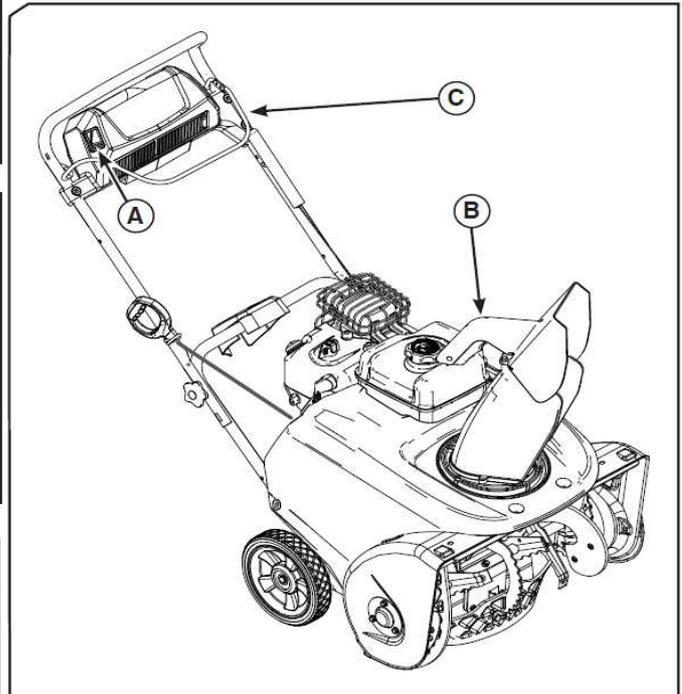
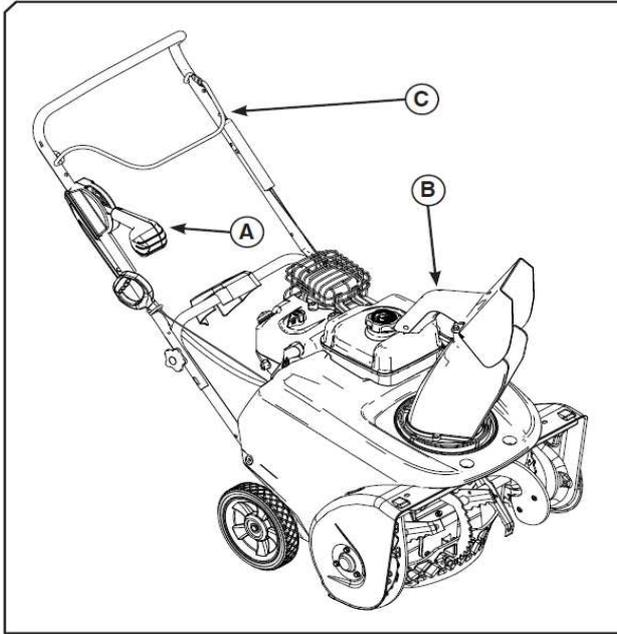

Figure 4
Figure 5
- 1、除雪機を始動させ数秒間オーガークントロールを操作してください。(Fig 4、Fig 5 : C)
- 1、排出シュート回転ボタンを押す。(Fig 4:A)
- 1、排出シュートコントロールハンドルを握り、ボタンを押してください。(Fig5:A)
- 1、デфлекターコントロールハンドルを握り、ボタンを押してください。(Fig4:B, Fig5:B)